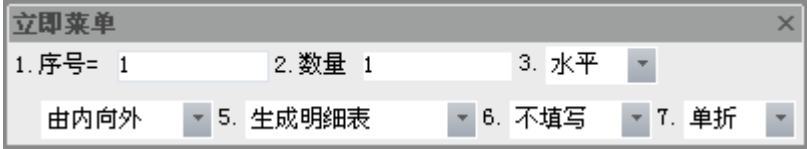

图 5-16 生成序号立即菜单
生成序号命令需要借助立即菜单进行交互，执行该命令后弹出如图 5-16 所示的立即菜单。
设定立即菜单的各项参数并根据提示指定引出点和转折点即可，指定转折点时可以通过已生成的序号进行导航对齐。指定引出点时也可以直接拾取已生成的零件序号，生成连续序号如图 5-16(b)所示。
- 4) 【2.数量】可以指定一次生成序号的数量。若数量大于 1，则采用公共指引线形式表示。如图 5-16(b)所示。